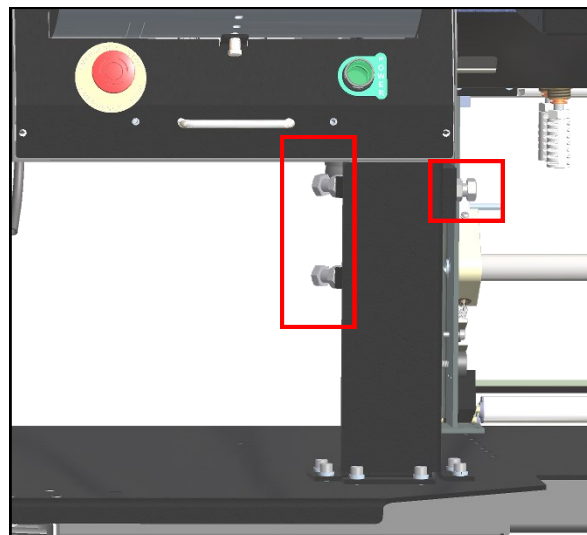

Abb. 2-7A. Höheneinstellschrauben
1. Lösen Sie die Höheneinstellschrauben am Rahmenständer. **Abb. 2-7A.**